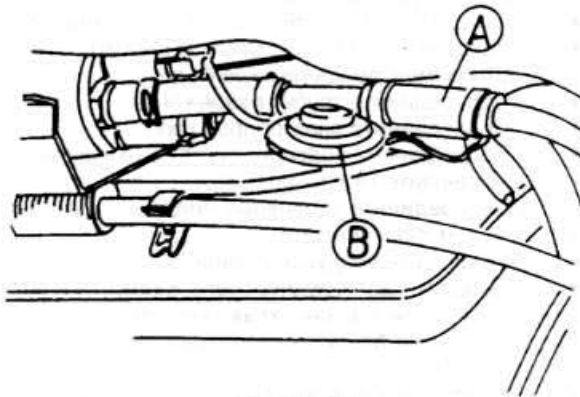

Рис. 2.136
- ♦ Демонтируйте из трубки повышенного давления насоса виброгаситель (рис. 2.136).